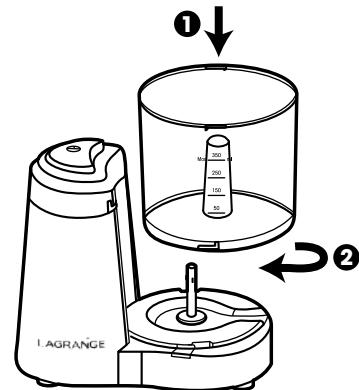

Figure 1
- \* Installez le bol pour aliments sur le corps du hachoir. Enclenchez le bol en le tournant dans le sens des aiguilles d'une montre jusqu'à la butée de la fente de verrouillage du bol (Fig. 1).